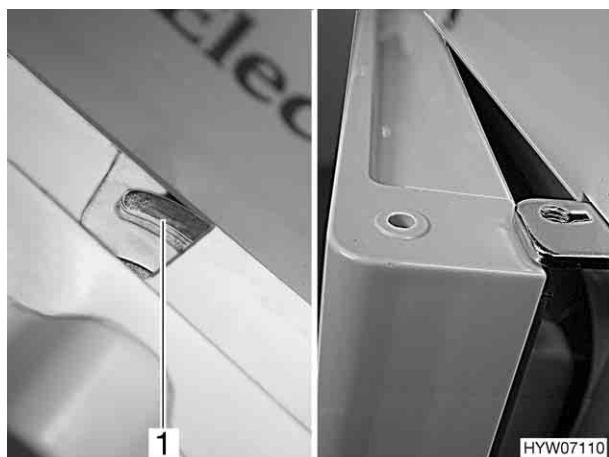

Fig. 140 Porte du réfrigérateur/du compartiment congélation en position de ventilation (RM 7655)
- Pousser le dispositif de verrouillage complètement vers la droite. La porte du réfrigérateur est fixée à l'aide de l'arrêt de porte (Fig. 140,1). La porte du réfrigérateur reste ainsi légèrement ouverte (Fig. 140).